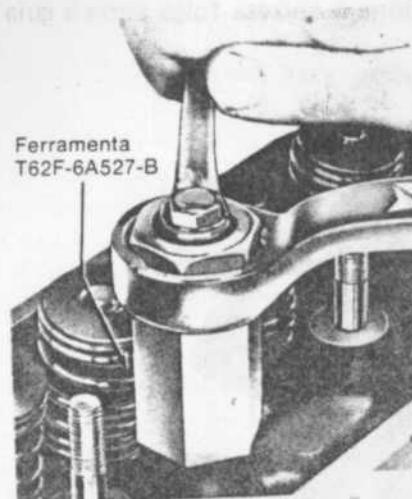

fig. 47
- Posicionar o extrator de prisioneiros (ferramenta T62F-6A527-B) sobre o prisioneiro, e parafusá-lo até o fundo. Segurar com uma chave o sextavado superior e girar o sextavado maior no sentido horário (fig. 47).